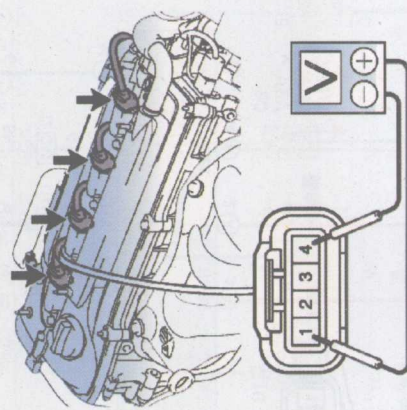

图4-3 测量点火线圈电压
- 3) 检查点火线圈的电源。将点火开关转到 ON 位置, 测量线束侧连接器端子间的电压, 如图4-3所示。正常情况下, 1 (+B) - 4 (GND) 之间的电压为 $9 \sim 14\text{V}$, 如电压不正常, 则检查线束和连接器。